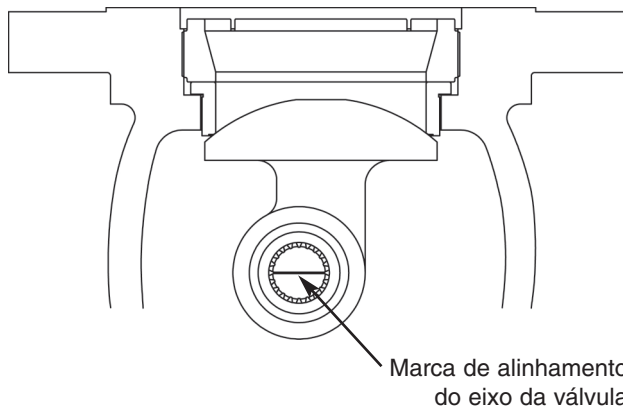

Figura 8: Alinhamento do Eixo
- Encaixe o conjunto do atuador no eixo da válvula, alinhando os furos da torre com os prisioneiros de fixação montados no castelo da válvula (não esqueça de posicionar antes o flange prensa-gaxetas). Para garantir uma rotação completa do obturador, a marca existente na extremidade do eixo da válvula deve estar alinhada conforme indicado na Figura 8.